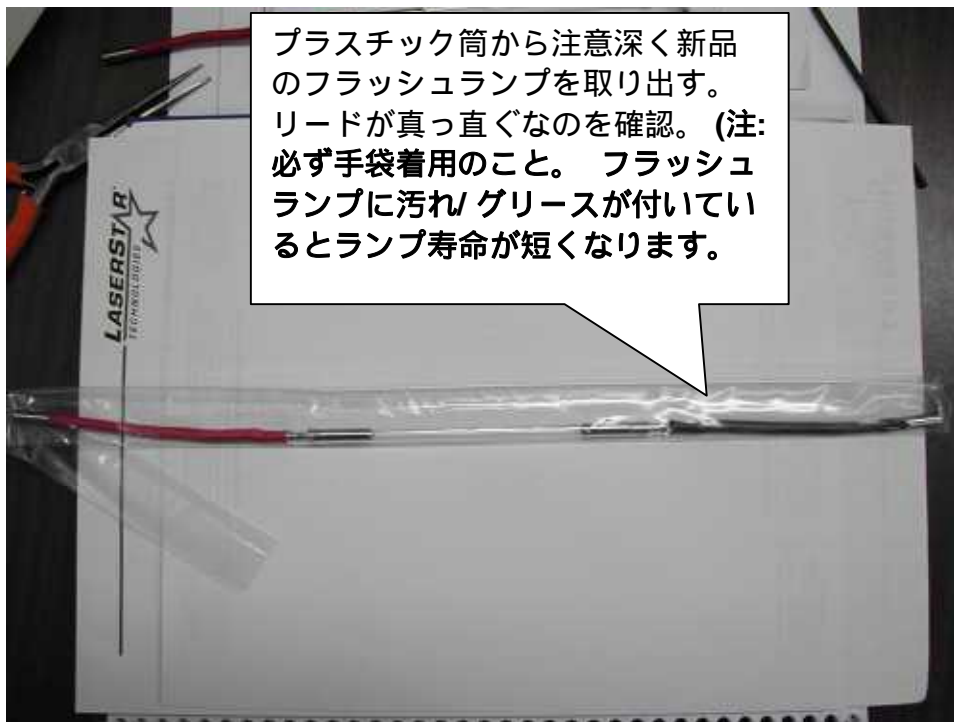

図 26
- 梱包箱から注意深く新しいフラッシュランプを取り出します。ランプは専用プラスチック筒に入っています。チャンバー内に取り付けするために必ずリードは真っ直ぐにして置いてください。抵抗があったらランプを注意深く回して赤リードが一方側に出るようにしてください。(注: 赤のフラッシュランプリードは必ずチャンバーに最初に取り付けてください。間違っているとフラッシュランプが破損します) 図 26